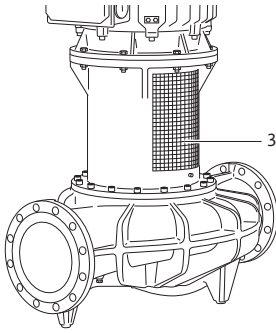

Fig. 48: Zamontowana osłona sprzęgła z blachy
- **Pompę należy użytkować tylko z założoną osłoną sprzęgła z blachy (Fig. 48, poz. 3).**